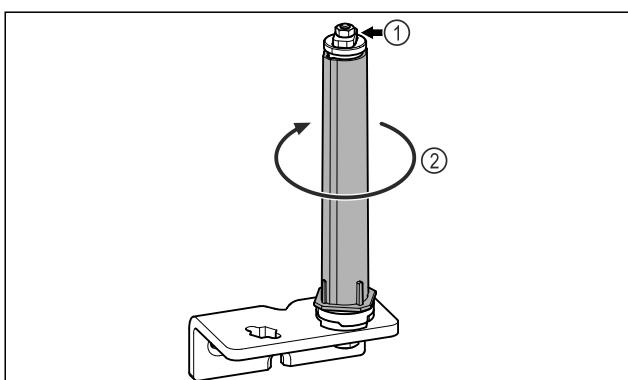

Fig. 21
- Не розбирати систему закриття дверей Fig. 21 (1).
- Поверніть систему закриття Fig. 21 (2) до клацання.